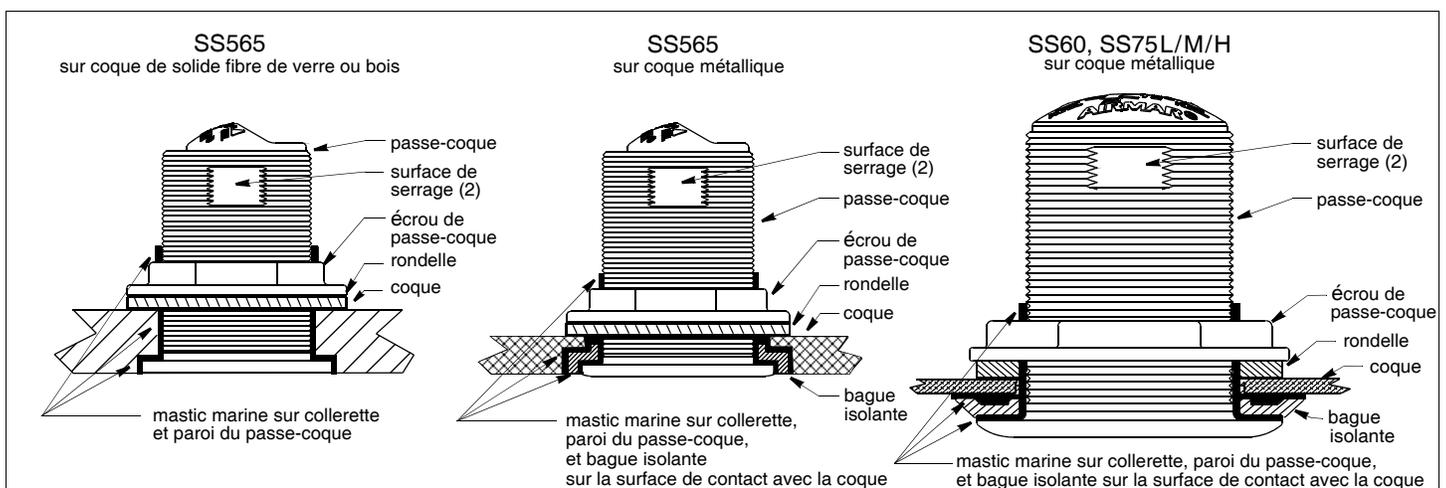

Figure 5. Collage et installation sur une passe-coque acier inox
**Passe-coque acier inox sur une coque métallique** — Le passe-coque en acier inox doit être isolé de la coque métallique pour écarter tout risque de corrosion électrolytique. Insérez la bague isolante sur le passe-coque (voir Figure 5). Appliquez *d'avantage* de mastic d'étanchéité marine sur les surfaces de la bague isolante devant être au contact de la coque, en veillant à remplir toutes les cavités internes et périphériques.